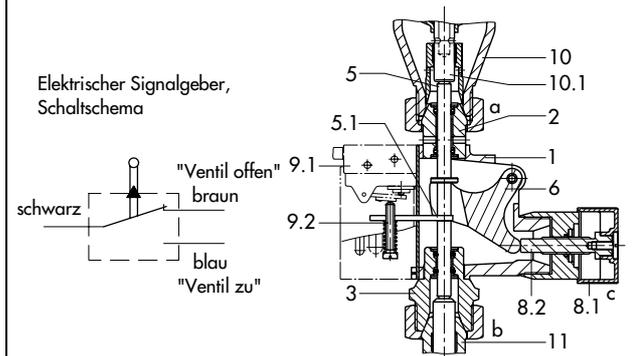

Bild 4 · Handverstellung Hv
Die Handverstellung Hv ist am Anschluss c anstelle des zweiten Thermostaten angebaut (Bild 4). Durch Drehen des Handgriffes (8.1) wird der Stift (8.2) ein- und ausgefahren und wirkt über den Hebel (6) auf den Übertragungsstift (5).